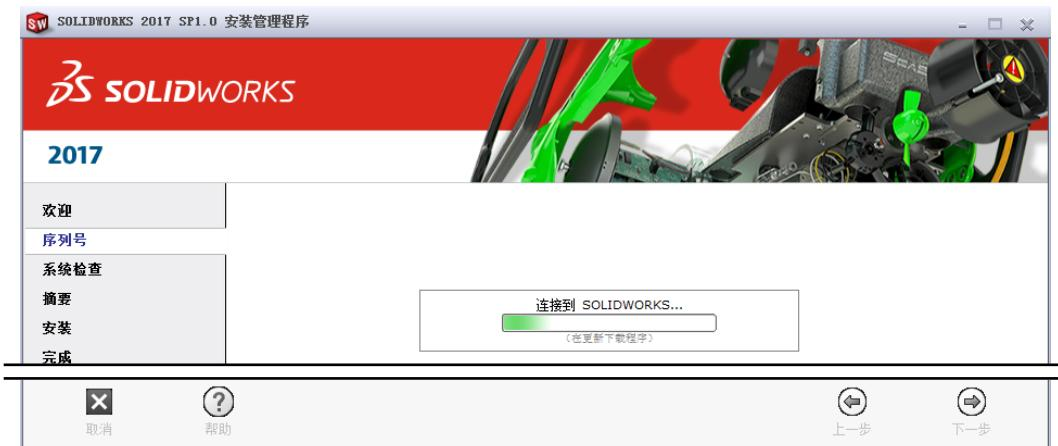

图 2.4.3 “SOLIDWORKS 2017 SP1.0 安装管理程序”对话框(三)
Step3. 定义序列号。在图 2.4.2 所示的“SOLIDWORKS 2017 SP1.0 安装管理程序”对话框(二)中的输入您的序列号信息区域中输入 SolidWorks 序列号, 然后单击“下一步”按钮 , 此时系统弹出图 2.4.3 所示的“SOLIDWORKS 2017 SP1.0 安装管理程序”对话框(三)。